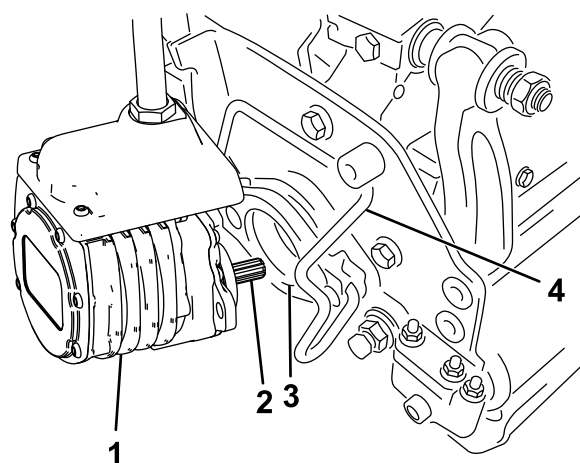

Figura 55
6. Revista o veio estriado do motor da unidade de corte com massa lubrificante limpa (Figura 55).
7. Insira o motor no lado esquerdo da unidade de corte (visto da posição do operador) e empurre a barra de retenção do motor na unidade de corte na direção do motor até ouvir um “clique” de ambos os lados do motor (Figura 55).